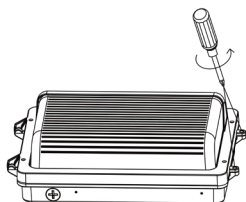

Fig. 2.1
1. Retirer les deux vis situées sur le côté du luminaire à l'aide d'un tournevis (Fig. 2.1).